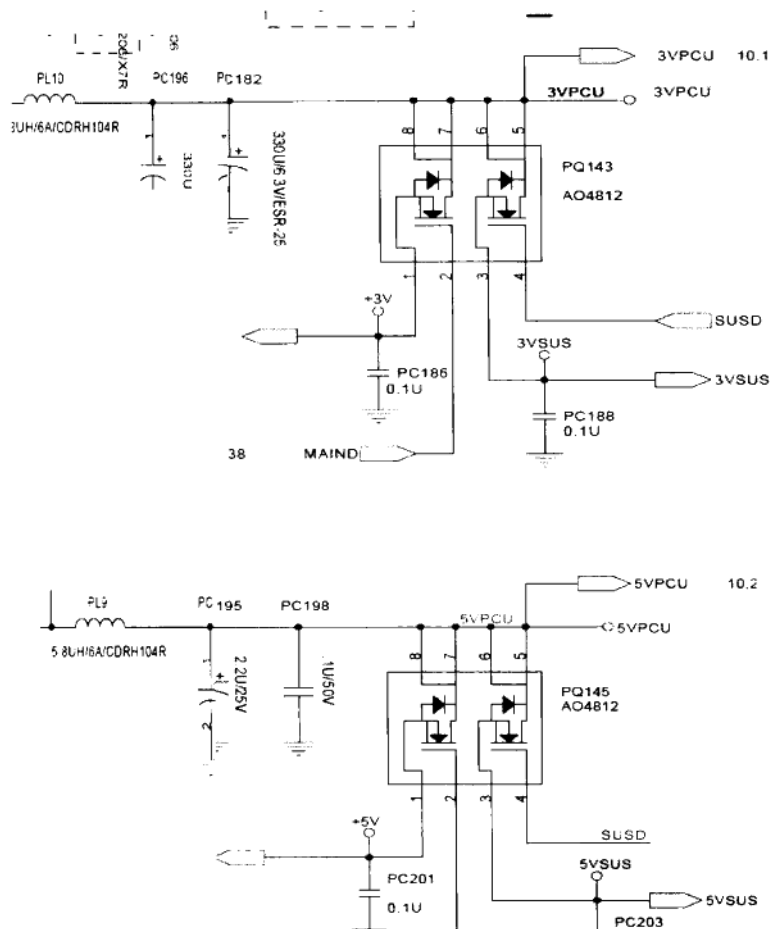

图 2-36 惠普 DV1000 笔记本电脑的 3V、5V 后继供电示意图
■ 惠普 DV1000 笔记本电脑的 3V、5V 后继供电示意图（如图 2-36 所示）
从图 2-36 可以看出，3V、5V 电感 PL10 和 PL9 输出的电压标识为 3VPCU、5VPCU，经过双 MOS 管 PQ143 和 PQ145 转换成电压+3V、+3VSUS 和 +5V、+5VSUS 为后继电路供电。它们的控制极信号 MAIND 和 SUSD 都来自超级 IO PC97551，是按下电源开关以后根据相应的上电时序而输出的控制信号。